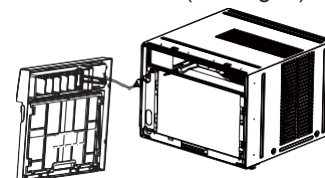

Fig. 4
6. Déconnectez la prise de connexion du panneau d'affichage de l'appareil et placez le panneau sur le côté (voir Fig. 4).